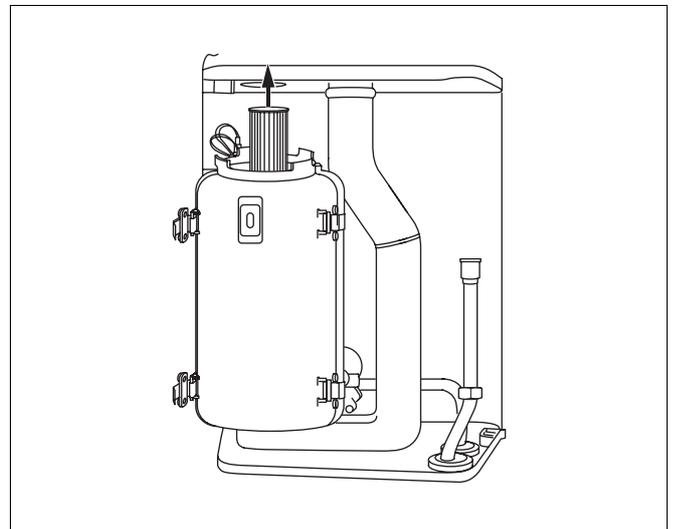

Fig. 36 Retirer le brûleur
- Retirer le brûleur par le haut en le passant par l'orifice (fig. 36).